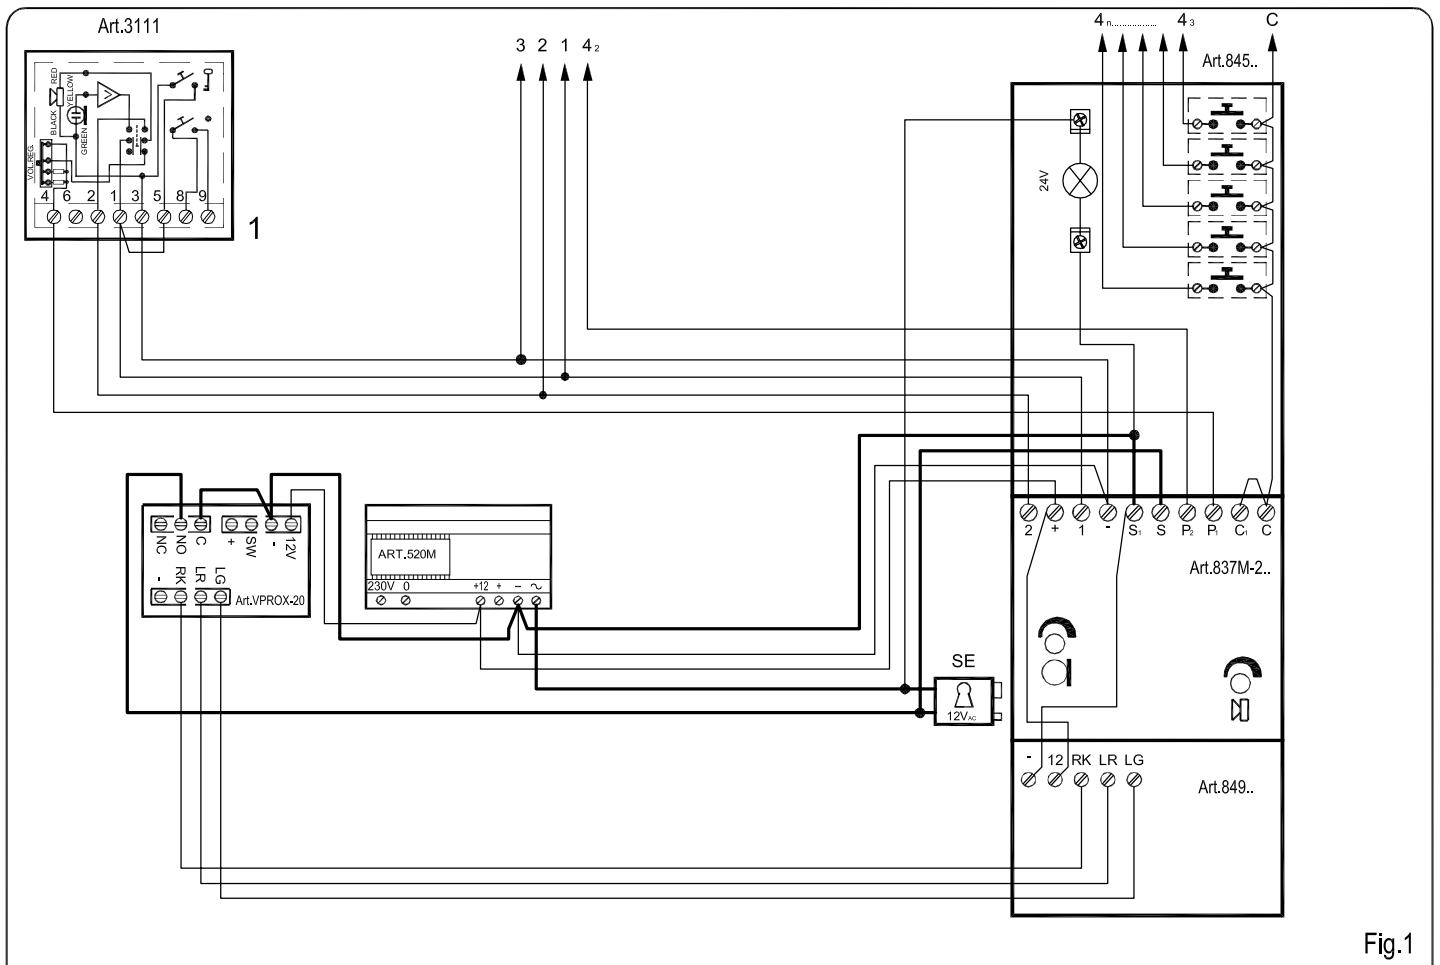

Fig.1
- Installazione di una suoneria supplementare (vedi pag.23 fig.1);
- Installazione di un modulo lettore chiavi di prossimità codificate (vedi pag.38 fig.1);
- Installation of an extension sounder (see page 23 fig.1);
- Installation of a proximity key reader module to open the door using proximity keys (see page 38 fig.1);
ONE ENTRANCE WITH PROXIMITY KEY READER AUDIO DOOR ENTRY SYSTEM FOR "20" USERS (FIG.1)
The figure 1 diagram shows the standard system on page 32 with the addition of an access control system (VproX) which works with coded proximity keys and the relevant reader module. The system works like the standard one but with the additional possibility to open the door from the outside simply moving close to the reader the proximity key. Each key must be programmed onto the vprox control unit: the key is given a sequential code. In case of key loss, it is possible to remove the key code from the control unit memory. The security is assured by the 64bit coded keys and the serial communication between the reader and the control unit.
IMPIANTO CITOFOONICO AD UN INGRESSO PER "20" UTENTI, CON LETTORE DI CHIAVI DI PROSSIMITÀ (FIG.1)
Lo schema di Fig.1 mostra l'impianto di pagina 32, modificato per l'utilizzo in abbinamento ad un sistema di controllo accessi VproX (operante tramite chiavi di prossimità codificate). Il funzionamento è lo stesso dell'impianto base, con l'aggiunta della possibilità di aprire la porta d'ingresso dall'esterno, semplicemente avvicinando la propria chiave al lettore di prossimità. Per rendere operative le chiavi occorre programmarle nella centrale di controllo: ad ogni chiave è associato un codice sequenziale. In caso di smarrimento di una chiave, è sufficiente rimuovere il relativo codice dalla centrale. La sicurezza è garantita dalle chiavi codificate a 64bit e dalla comunicazione seriale tra lettore e centrale di controllo.
The required items to make the installation are the same of the system on page 32 with the addition of the following for figure 1: